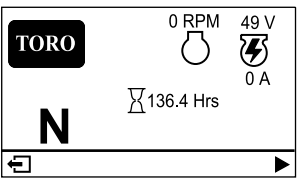

Figura 17
- Pantalla principal de información (Figura 17):** muestra información sobre el estado actual de la máquina cuando la llave está en la posición de ENCENDIDO.